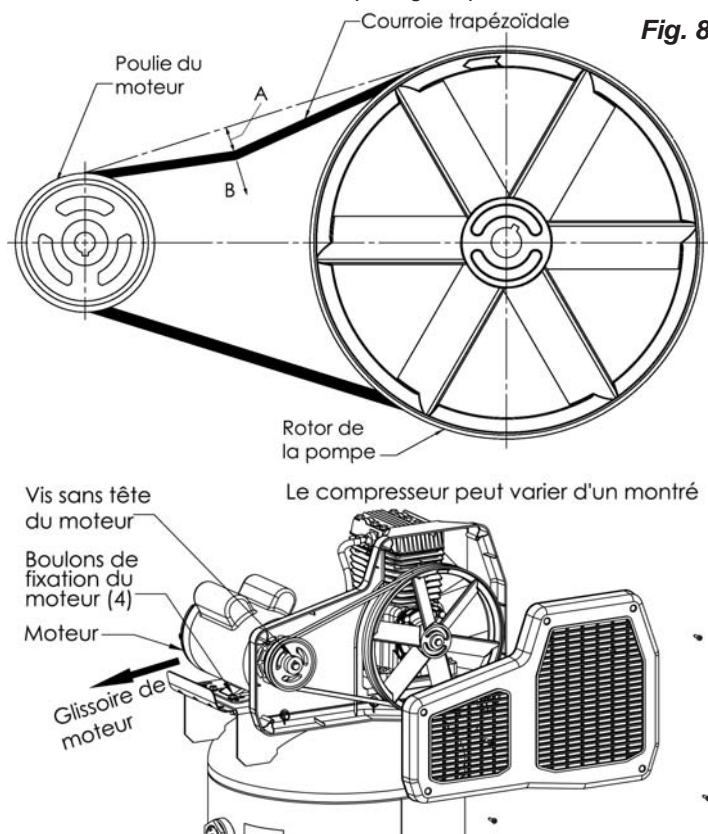

Fig. 8
Pour une efficacité d'entraînement et une durée de vie maximales de la courroie, l'alignement de la poulie et la tension de la courroie doivent être maintenus. La tension est correcte en présence d'un fléchissement (A) de 13 mm (1/2") après l'application d'une force (B) de 4,6 kg (10 lb) à mi-distance entre la poulie du moteur et le volant-moteur de la pompe (voir Fig. 8). Ce fléchissement peut être réglé en procédant comme suit. La poulie doit être soigneusement alignée sur le volant-moteur et toutes les vis d'arrêt doivent être serrées.